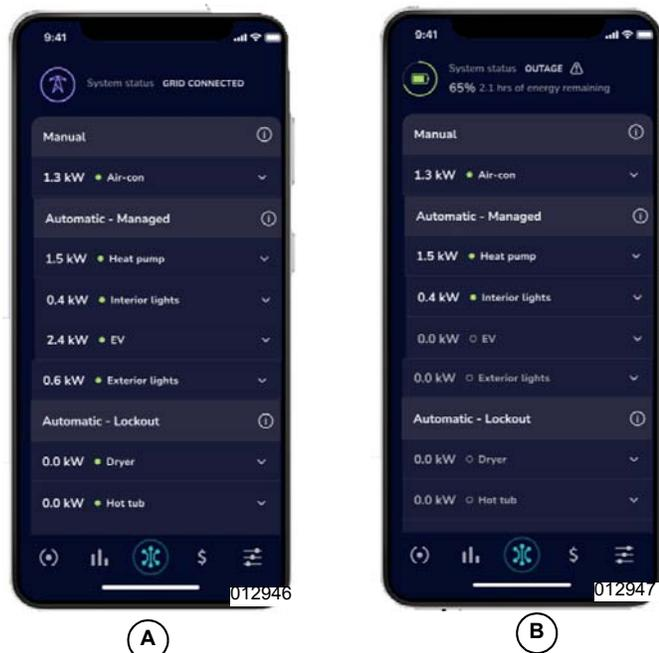

Figura 3-2. Pantalla de la lista de circuitos
Consulte la Figura 3-2. En la parte superior de la pantalla (A), el encabezado muestra el icono de la red que indica que el sistema está conectado a la red.
Consulte la Figura 3-2. Los circuitos configurados como de encendido o apagado manual aparecen en la parte superior de la lista, debajo del encabezado de la fuente de energía. Si no hay circuitos controlados manualmente, esta sección no aparecerá.
Consulte la Figura 3-2. Los circuitos priorizados aparecen en el grupo superior de la pantalla de la lista de circuitos: los circuitos situados en la parte superior de esta sección se desactivarán de último cuando se reduzca la capacidad de energía disponible.
Las cargas bloqueadas aparecen en la parte inferior de la pantalla de la lista de circuitos, como se muestra en la Figura 3-2. Estas se desconectan inmediatamente al haber una interrupción del servicio de energía eléctrica. Esto ayuda a conservar la energía de la batería para que dure más tiempo durante las interrupciones del servicio de energía eléctrica más prolongadas y evitar la sobrecarga del sistema PWRcell.